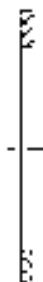

图 7-4 创建胶垫图块
将图 7-4 所示图形定义为图块，取名为“胶垫”，并保存。
- 5) 单击“选择对象”按钮切换到作图屏幕，选择图 7-4 中的对象后，按〈Enter〉键返回“块定义”对话框。